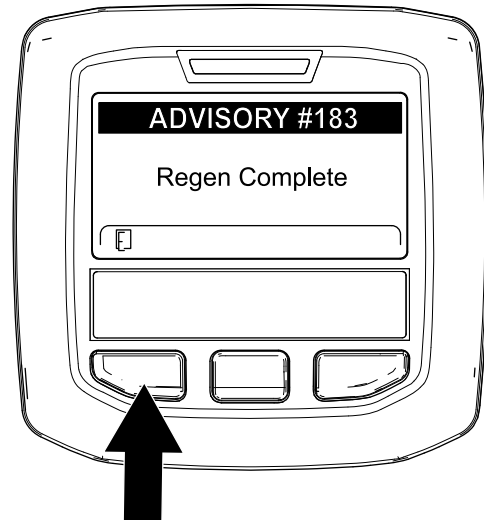

Рисунок 68
появляется ИНФОРМАЦИОННОЕ СООБЩЕНИЕ № 183 (Рисунок 68). Для перехода на главный экран нажмите левую кнопку.
**Примечание:** Если регенерацию не удалось завершить, на дисплее инфо-центра появляется информационное сообщение № 184 (Рисунок 68). Для перехода на главный экран нажмите левую кнопку.